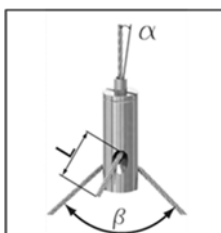
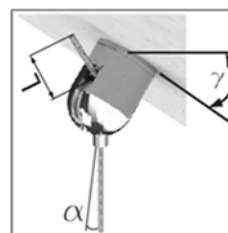

Abb. 7
Abb. 8
3. Achten Sie darauf, dass das Drahtseil vor der Klemmung soweit durch den DSH geführt wird, dass es unter Last am unteren Ende (Koppelgewinde / Koppelteil) bzw. aus dem seitlichen Ausgang (ZW) des DSH mindestens L=2,5cm wieder sichtbar ist (Abb. 7 und Abb. 8). Darüber hinaus darf der Winkel  $\alpha=5^\circ$  max. zwischen dem Drahtseil und der Längs- bzw. Symmetrieachse des DSH am Austritt aus der Düse nicht überschritten werden (Abb. 7 und Abb. 8). Bei größeren Winkeln kann es durch den seitlichen Druck des Drahtseils auf die Düse zu deren Beschädigung oder einer Funktionsstörung bzw. einer unbeabsichtigten Entriegelung des Klemm-Mechanismus kommen.
4. Bei Y-Haltern darf der Spreizwinkel  $\beta=90^\circ$  max. betragen. Vertikal- und Y-Seil sollten den gleichen Durchmesser haben (Abb. 7).